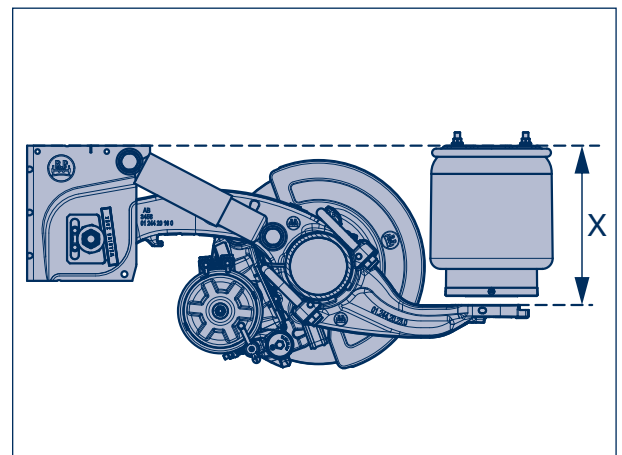

Imagen 11
- [20] Medir la distancia de separación X (imagen 11). Esta deberá coincidir con el valor obtenido del paso de trabajo [7]. Tolerancia +/- 1 mm.